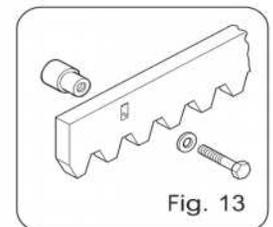

Fig. 13
**4.4.1. CREMALLERA DE ACERO PARA SOLDAR (Fig. 13)**